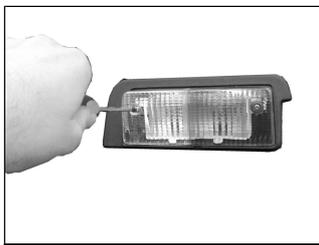

Figura 1
- Quitar la protección del farolito (figura 1)